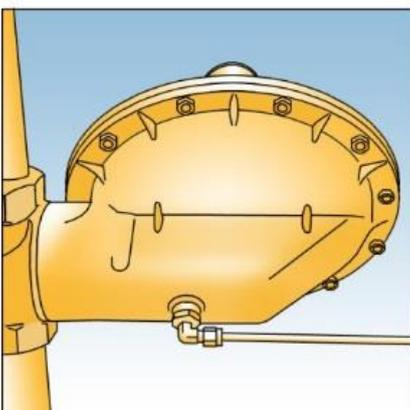

Fig. 4
2. Conecte a linha da pilotagem (1/2"), usando a vedação aprovada pelas normas nacionais, e a leve para um ponto no mínimo com distância de no mínimo quinze vezes o diâmetro nominal da tubulação de saída. Veja Fig. 4.